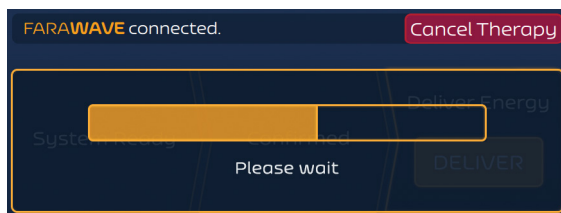

Bild 13. Behandlingsskärmen – Asynkront läge – Nedräkning mellan tillförselsprocedurer
8. FARASTAR PFA-generatoren lägger till en fördröjning på 10 sekunder mellan tillförselsprocedurer. Den implementeras enligt bild 13.